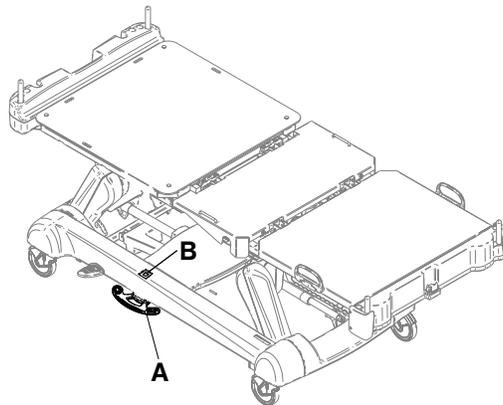

Figure 7 – Fenêtre de la pédale d'enclenchement du frein
2. Enfoncer la pédale d'enclenchement du frein (A) jusqu'à ce que **Brake** (Frein) s'affiche dans la fenêtre de la pédale d'enclenchement du frein (B) (Figure 7).
Pour désenclencher les freins manuels, appuyer sur la pédale jusqu'à ce que **Neutral** (Neutre) ou **Drive** (Entraînement) s'affiche dans la fenêtre de la pédale d'enclenchement du frein (B) (Figure 7).